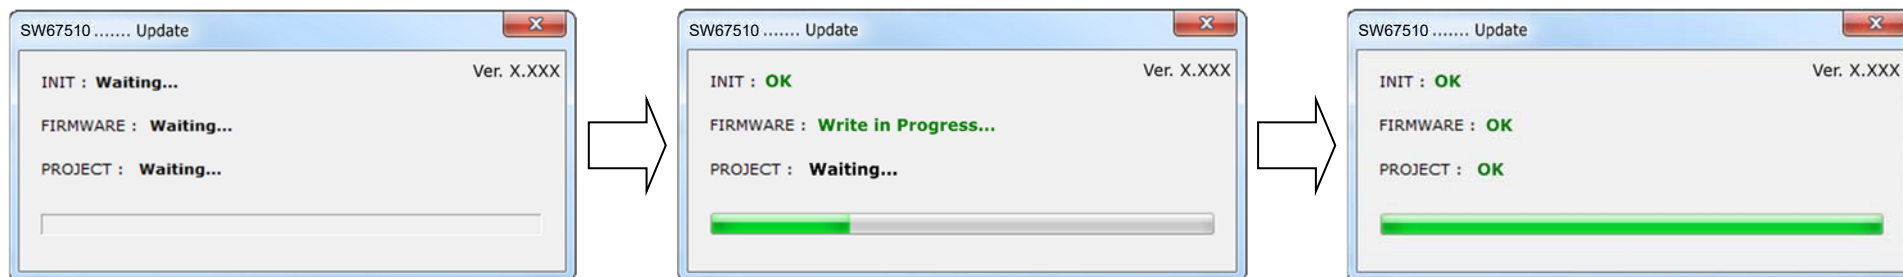

Abb. 12: Updatevorgang
- Nach erfolgreichem Updatevorgang (Abb. 12), schalten Sie das Gerät aus.
- Nach erfolgreichem Updatevorgang (Abb. 12), läuft das Gerät automatisch mit den neuen Parametern im RUN-Modus weiter.